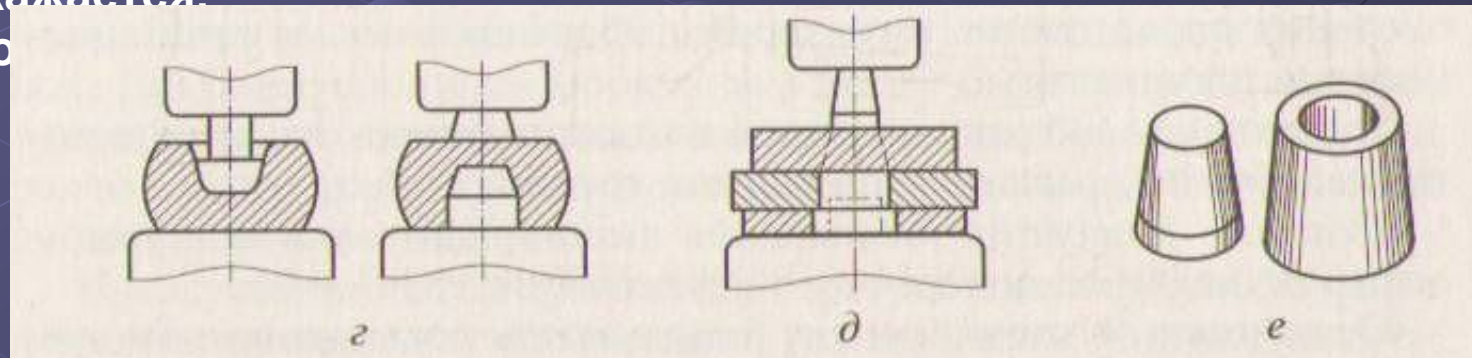

Рисунок 18.1-Схемы операций ковки:
- При сквозной прошивке сравнительно тонких поковок применяют подкладные кольца (рис. 18.1, д). Более толстые поковки прошивают с двух сторон без подкладного кольца (рис. 18.1, з).